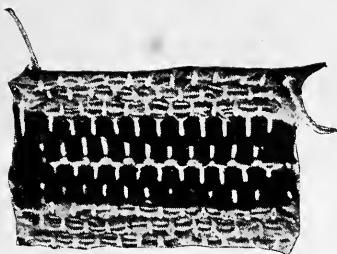

Fig. 7.
**TO MAKE RAG CARPET AS SHOWN IN FIG. 7.**